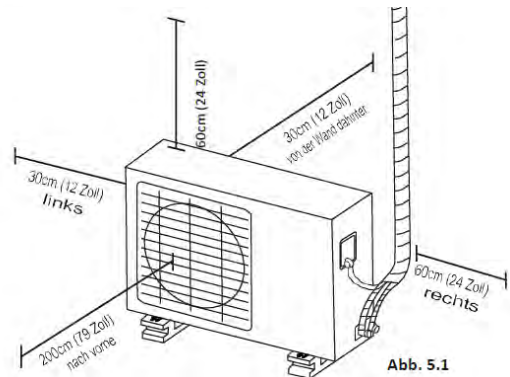

Abb. 5.1
- erfüllt alle Platzanforderungen wie gezeigt in den Installationsplatzanforderungen ( Abb. 5.1 )